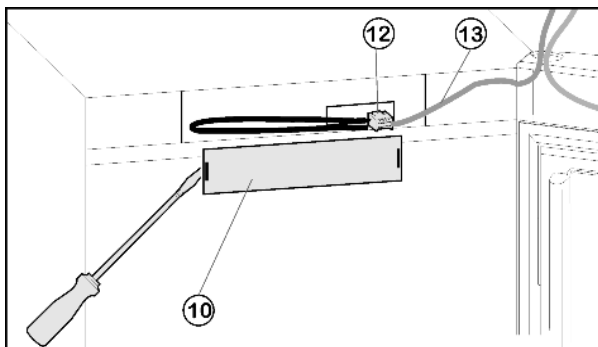

Fig. 4
- ▶ Voorste afdekplaat Fig. 4 (10) met een sleufschroevendraaier afnemen.
- ▶ Contact verwijderen en de stekerverbinding Fig. 4 (12) losmaken.
- ▶ Neem de grijze kabel Fig. 4 (13) uit de geleiding.
- ▶ Stekkerverbinding *Fig. 4 (12)* opnieuw aansluiten.
- ▶ Afdekking *Fig. 4 (10)* weer aanbrengen.